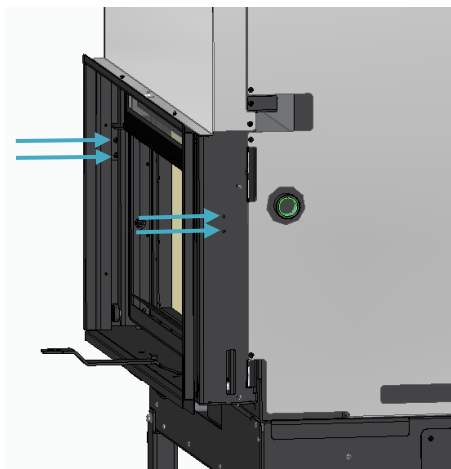

Figure 15
l) Sur les modèles avec une porte à mouvement vertical, retirez les deux vis qui fixent les supports qui bloquent le mouvement de la porte de chaque côté de l'intérieur, comme indiqué à la Figure 15;